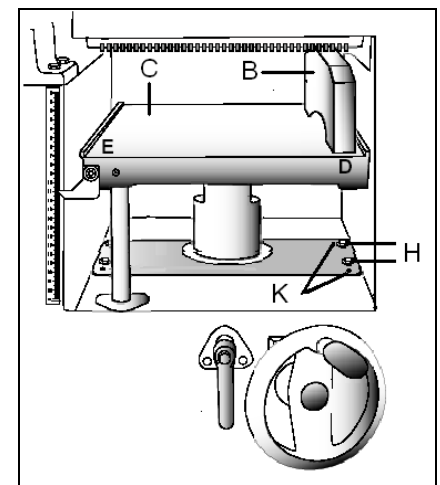

Fig 11
Prüfen Sie die Parallelität mit einem Holzblock (B, Fig 11), kurbeln Sie den Tisch (C) dabei vorsichtig nach oben.